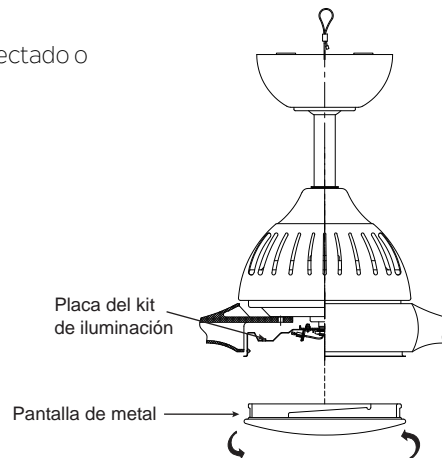

Fig. 18
Paso 1. Si usted desea no instalar el kit de iluminación en el ventilador, omita el paso de “instalación del kit de iluminación LED y la pantalla de vidrio” anterior y siga directamente el procedimiento: Acople la pantalla de metal a la placa del kit de iluminación haciéndola girar con fuerza. (Fig. 18)